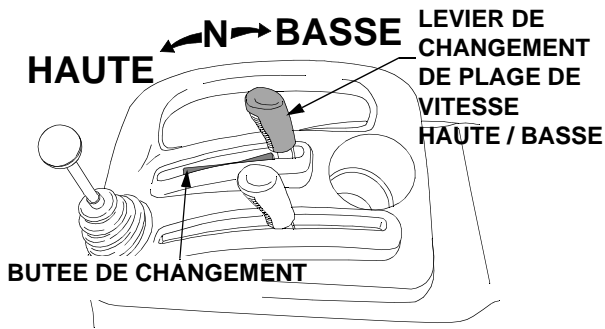

Figure 16
Plage de haute vitesse (HI) : déplacez le levier à fond dans la fente. Voir la Figure 16.